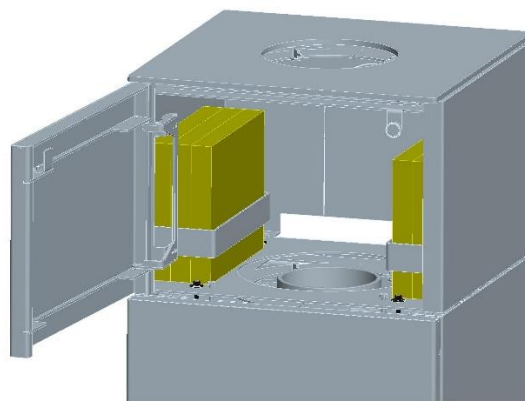

Fig. 22 : Ouvrir le clapet avant
1. Ouvrir le clapet avant du module accumulateur de chaleur (fermeture magnétique), (Fig. 22).